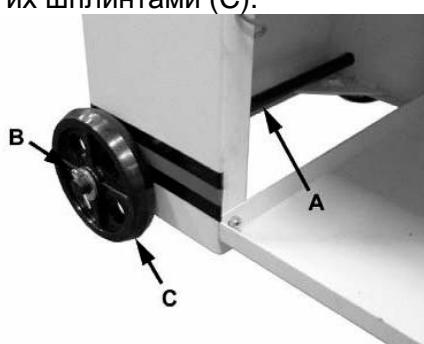

Рис.3
Проденьте оси колес (A, Рис. 3) через станину станка и установите колеса (B), прежде чем Вы закрепите их шплинтами (C).